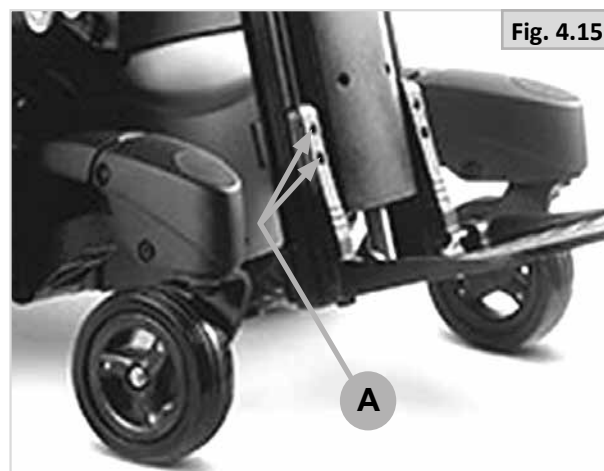

Fig. 4.15
- Afloje los dos tornillos utilizando una llave Allen de 5 mm (A-Fig. 4.15).